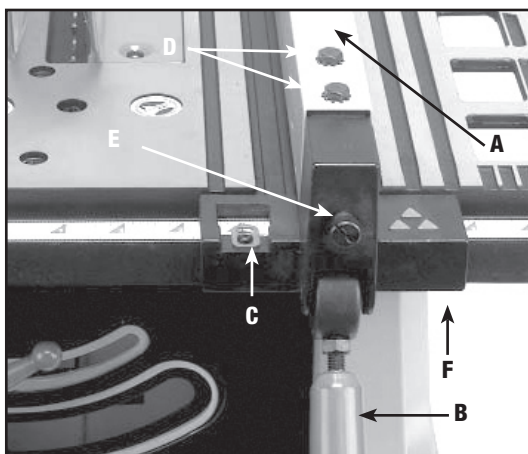

Fig. 33
1. Mueva la guía de corte (A), Fig. 33, a lo largo de la mesa, levante la palanca de bloqueo de la guía (B), deslice la guía hasta la ubicación deseada en la mesa y presione la palanca de bloqueo de la guía hacia abajo.
2. El indicador señala la distancia desde la guía hasta la hoja de la sierra. Si se requiere una modificación, afloje el tornillo (C), Fig. 33, y realice el ajuste.
4. Coloque la guía de corte junto a la ranura de la guía de inglete (Fig. 33). Asegure la guía a la mesa empujando la palanca de bloqueo (B) hacia abajo. El borde de la guía debe quedar paralelo a la ranura de la guía de inglete.
5. Si fuera necesario un ajuste, afloje los dos tornillos (D), Fig. 33, y levante la palanca de bloqueo (B). Mientras sostiene el soporte de la guía (F) firmemente hacia el frente de la sierra, mueva la parte posterior de la guía (A) hasta que quede paralela a la ranura del calibrador de inglete. Ajuste los dos tornillos (D) y empuje la palanca de bloqueo hacia abajo (B).
6. Ajuste la acción de sujeción de la guía (A), Fig. 33, elevando la palanca de bloqueo (B) y girando el tornillo (E) en el sentido de las agujas del reloj para aumentar la acción de sujeción de la guía, o en el sentido inverso de las agujas del reloj para disminuirla.